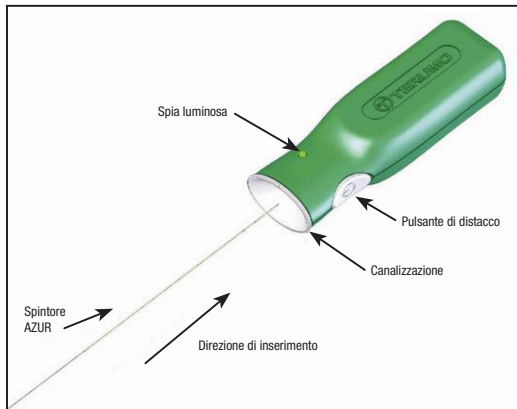

Figura 2: dispositivo di controllo del distacco AZUR
14. Prima di utilizzare il dispositivo, rimuovere l'estremità prossimale dello spintore dall'anello di confezionamento. Prestare attenzione a non contaminare questa estremità dello spintore con sostanze estranee come sangue o mezzo di contrasto. Inserire saldamente l'estremità prossimale dello spintore nella sezione di canalizzazione del dispositivo di controllo del distacco AZUR. Vedere la Figura 2. **Non premere il pulsante di distacco in questo momento.**
34. Collegare l'estremità prossimale dello spintore al dispositivo di controllo del distacco AZUR inserendo saldamente l'estremità prossimale dello spintore nella sezione di canalizzazione del dispositivo di controllo del distacco AZUR. Vedere la Figura 2.